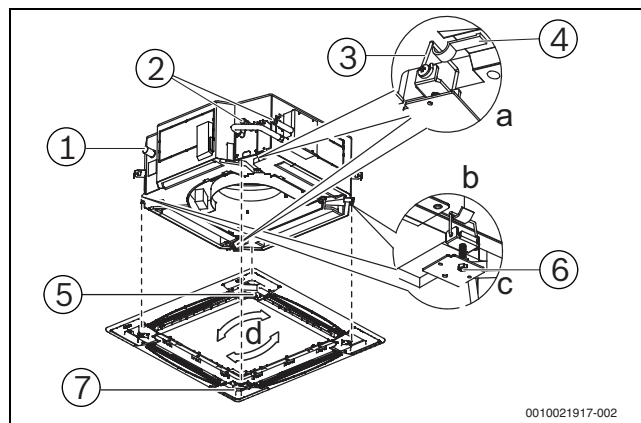

Рис. 19
- В первую очередь установите на панель ту часть, которая включает двигатель поворота. Прикрепите ее к соответствующей зацепке на дренажном поддоне, на противоположном участке панели на корпусе блока (→ рис. 19, a). Затем повесьте две оставшихся зацепки панели на соответствующие подвесные кронштейны корпуса блока (→ рис. 19, b).
- Отрегулируйте винты с зацепкой панели (→ рис. 19, c) выровняйте панель по уровню и аккуратно поднимите ее к потолку.
- Слегка отрегулируйте положение панели, чтобы ее центр совпал с центром отверстия в потолке (→ рис. 19, d). Убедитесь, что все четыре зацепки зафиксированы надежно.